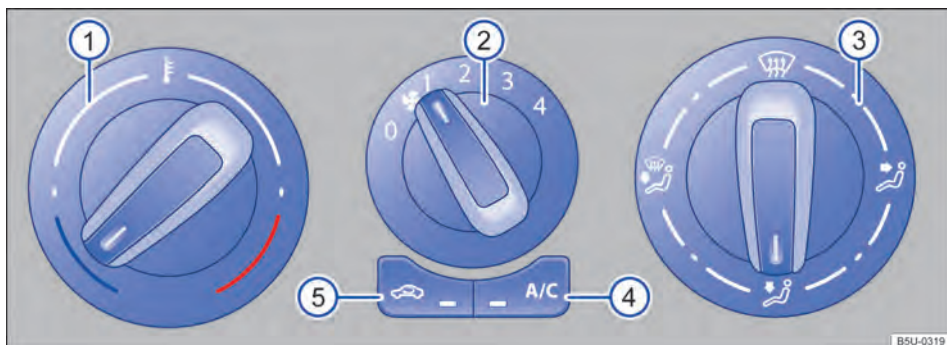

Fig. 73 Comandos do ar-condicionado.
- *Sistema de ventilação e aquecimento*: girar o regulador do ventilador para o nível 0 → Fig. 73 ②.
- *Ar-condicionado*: girar o regulador do ventilador para o nível 0 → Fig. 73 ②.
- *Sistema de ventilação e aquecimento*: girar o regulador rotativo esquerdo → Fig. 73 ① para regular a respectiva temperatura.
- *Ar-condicionado*: girar o regulador rotativo esquerdo → Fig. 73 ① para regular a respectiva temperatura.
- *Sistema de ventilação e aquecimento*: girar o regulador do ventilador → Fig. 73 ②.
- *Ar-condicionado*: girar o regulador do ventilador → Fig. 73 ②.
- *Sistema de ventilação e aquecimento*: girar o regulador da direita → Fig. 73 ③ para posição desejada.
- *Ar-condicionado*: girar o regulador da direita → Fig. 73 ③ para posição desejada.
- Girar o botão da distribuição de ar → Fig. 73③ para a posição , nesta posição o modo de recirculação de ar é automaticamente desligado.
- Girar o botão do ventilador ② no nível 3 ou 4.
- Girar o botão da temperatura ① para a posição desejada.